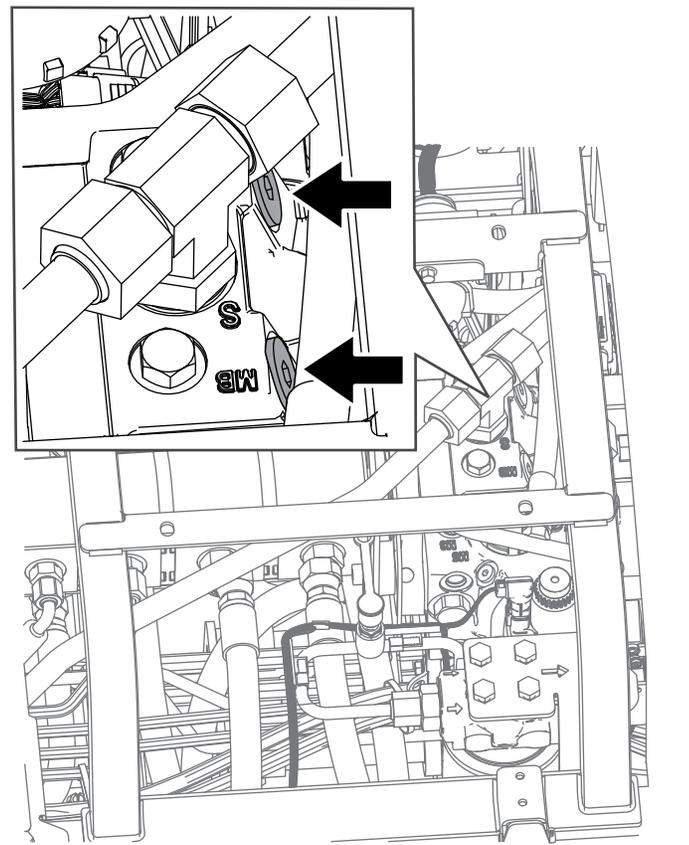

図 62
2. 運転席の下とハイドロスタットの上部にあるバイパスバルブを見つける 図 62。